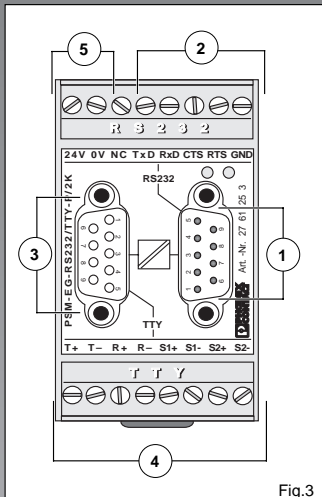
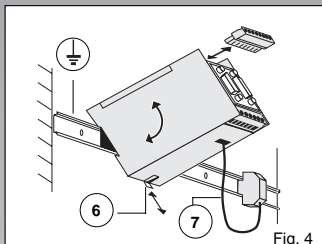

Fig.3
Fig. 4
**2. Connection Instructions****2.1. Connectors (Fig. 3)****RS-232 interface:**
- ① • 9 position SUB-D (male) or
- ② • 8 position COMBICON plug connector
- ③ • 9 position SUB-D (female) or
- ④ • 8 position COMBICON plug connector
**⑤ Module power supply:**
**2.2. Installation in Switch Cabinets (Fig. 4)**
**2.3. Ground Connection (Fig. 4/5)**
**⚠ The presence of the functional earth (reference potential ⑦) is absolutely necessary for shielding and transient dissipation (see function circuit diagram).**
**⑧ Central ground connection on the module:**
**2. Conseils pour le raccordement****2.1. Connexions (Fig. 3)****Interface RS-232:**
- ① • connecteur SUB-D (mâle) 9 pôles ou
- ② • connecteur MINICONNEC 8 pôles
- ③ • connecteur SUB-D (femelle) 9 pôles ou
- ④ • connecteur MINICONNEC 8 pôles
**⑤ Alimentation en tension du module:**
**2.2. Montage en armoire (Fig. 4)**
**2.3. Mise à la terre (Fig. 4/5)**
**⚠ Il est impératif de disposer de la fonction terre (potentiel de référence ⑦) pour le blindage et la dérivation des transitoires (cf. schéma fonctionnel).**
**⑧ Connexion de terre centrale du module:**
**2. Indicaciones de conexión****2.1. Conexiones (fig. 3)****Interface RS-232:**
- ① • SUB-D de 9 polos (macho) o bien
- ② • conector COMBICON de 8 polos
- ③ • SUB-D de 9 polos (hembra) o bien
- ④ • conector COMBICON de 8 polos
**⑤ Alimentación de tensión del módulo:**
**2.2. Montaje en armario de distribución (fig. 4)**
**2.3. Conexión a tierra (figs. 4/5)**
**⚠ La existencia de tierra funcional (potencial de referencia ⑦) es indispensable para el blindaje y derivación de transitorios (ver esquema funcional).**
**⑧ Conexión central a tierra en el módulo:**